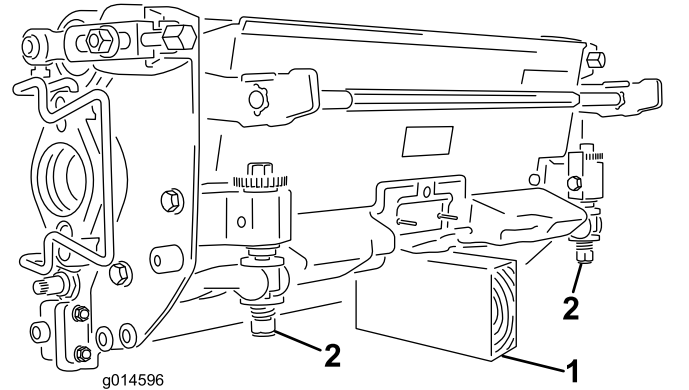

Figura 28
**Importante:** Quando occorre inclinare l'elemento di taglio, sostenete la parte posteriore dell'elemento per garantire che i dadi sulle viti di regolazione della barra di appoggio non poggino sul piano di lavoro (Figura 28).